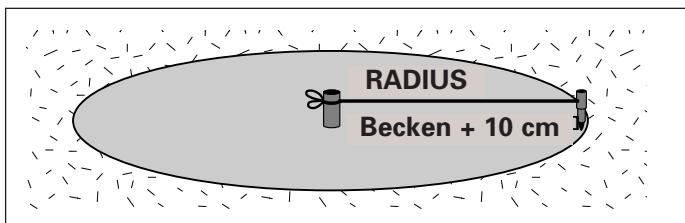

Abb. 4
1) Zeichnen Sie auf dem Boden die vorzubereitende Fläche auf. Dazu kann man zwei durch eine Schnur, die leicht länger als der Radius des Beckens ist, verbundene Pflöcke verwenden. Stecken Sie einen Pflock in die Mitte der gewünschten Fläche und zeichnen Sie mit dem anderen einen Kreis mit weißem Sand oder Mehl, Abb. 4.